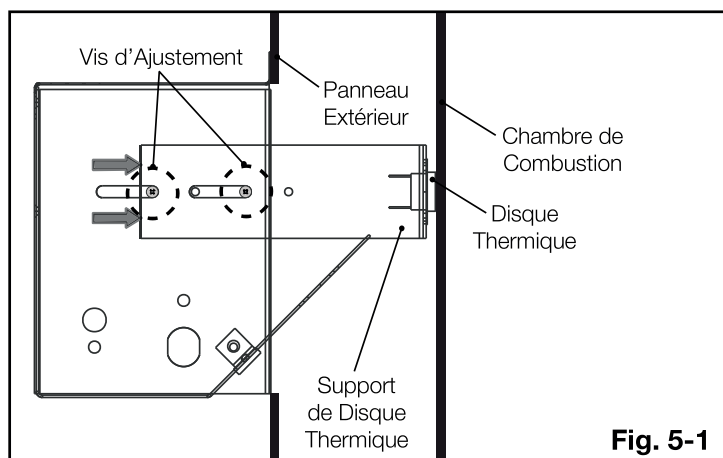

Fig. 5-1
1. Assurez-vous que le support de disque thermique est en la position correcte (Fig. 5-1).